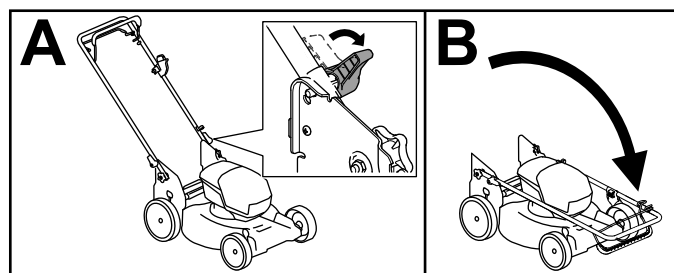

Figura 16
4. Abra las palancas de bloqueo del manillar hasta que pueda mover libremente la sección superior del manillar (Figura 16, A).
5. Pliegue el manillar hacia adelante del todo (Figura 16, B).
6. Para desplegar el manillar, repita el paso A de la Figura 16 y ponga el manillar en la posición de operación.